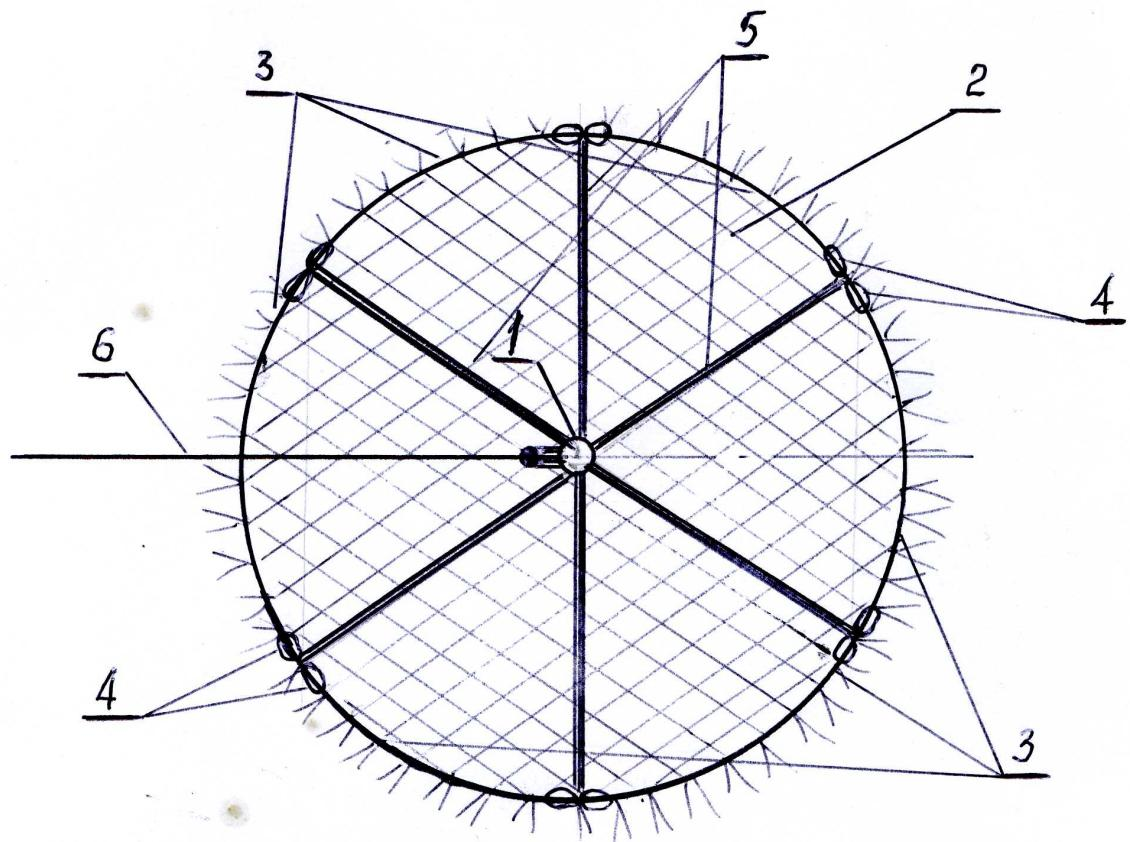

Рис.2. Вид сети сверху и схема привязки стропного шнуря
- 5.3. На предполагаемом месте прикорма раскладывается сеть 2 (в виде круга) и через крайние ячейки сети провязывается шесть стропных шнуров 3 на концах которых выполнены петельки 4 (рис.2). К каждым двум соседним петелькам 4 привязываются подъемные шнуры 5, вторые концы которых пропускаются через кольцо и связываются в узел, к которому привязывается шнур-фал 6.